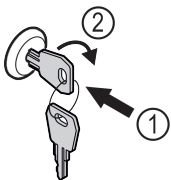

Fig. 151
- ▶ Vajutage võti sisse Fig. 151 (1).
- ▶ Keerake võtit 90° päripäeva Fig. 151 (2).